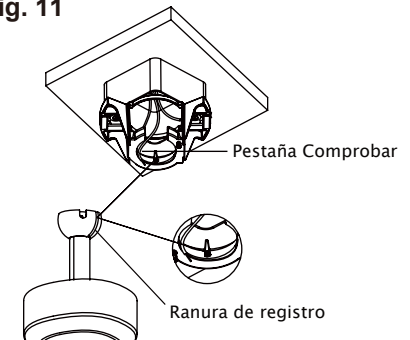

Fig. 12
Paso 3. Ahora levante el cuerpo del motor en su posición y coloque la bola colgante en el soporte de la percha. Gire hasta que la "pestaña Comprobar" haya caído en la "Ranura de registro" y los asientos firmemente. Todo el cuerpo del motor no debe girar si esto se hace correctamente. (Fig. 12)